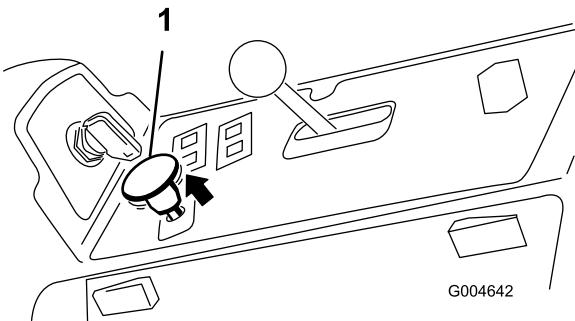

Figura 23
3. Innestate il comando della PDF alzandolo (Figura 23).